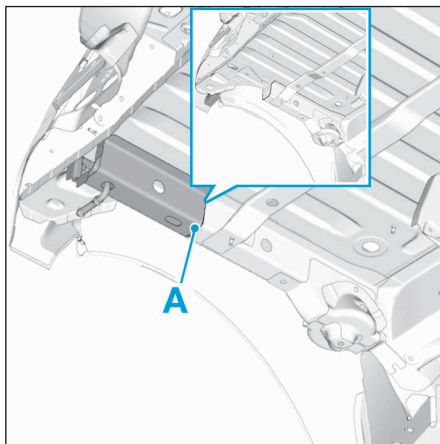

FIG.92
- Respecter la ligne de coupe (A) (Fig.92).